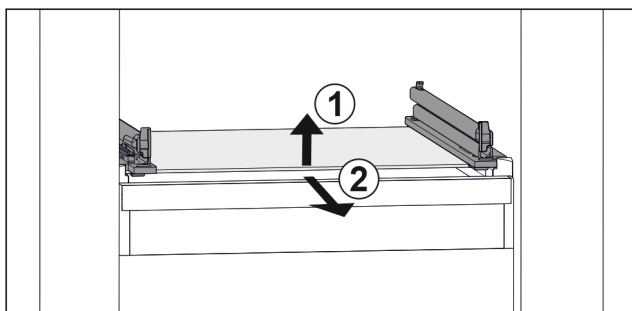

Fig. 102 Příklad znázornění skleněné desky
- ▶ Nadzvedněte skleněnou deskou vpředu. Fig. 102 (1)
- ▶ Vyjměte skleněnou deskou dopředu. Fig. 102 (2)